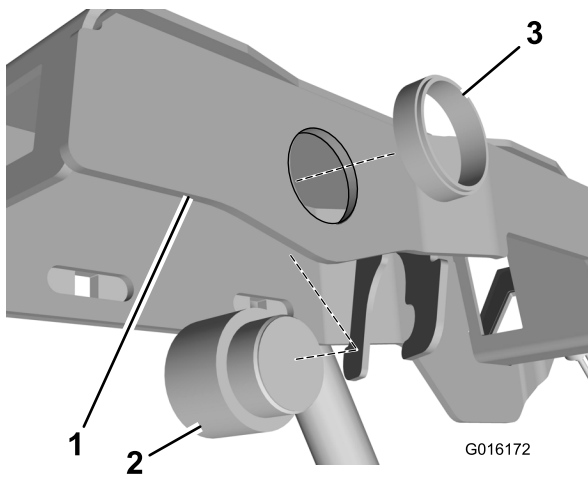

図 2
6. 音声アラームをコンソールアームフレームに取り付ける 図 2。